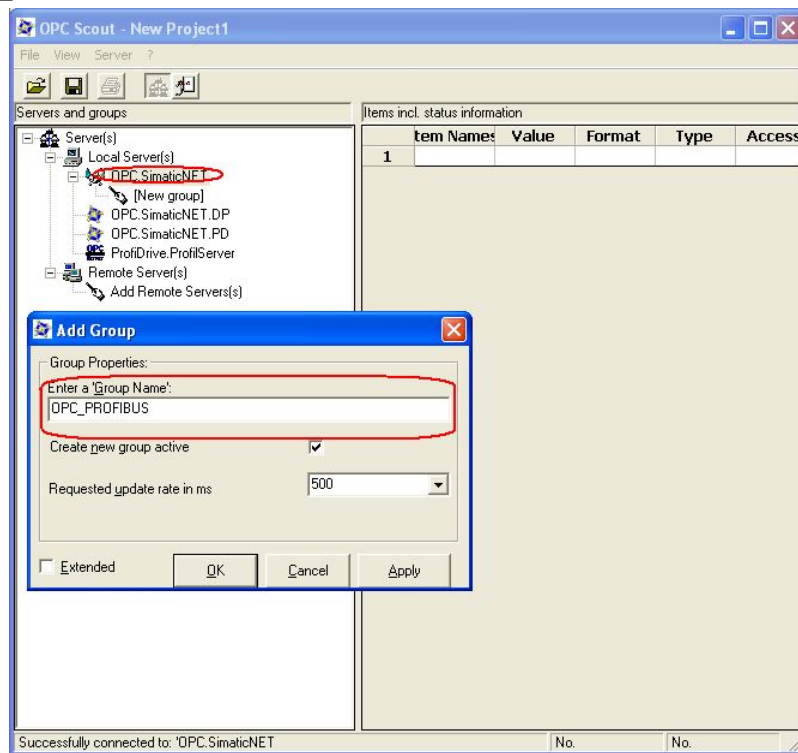

图 21: 在 OPC Scout 中添加一个组 “OPC_PROFIBUS”
- 1) 打开 OPC Scout, (Start>SIMATIC>SIMATICNet>OPC Scout), 如图 21 双击 “OPC SimaticNet” 在随之弹出的 “ADD Group” 对话框中输入组名, 本例命名为 “OPC_PROFIBUS”。点击 OK 确认。